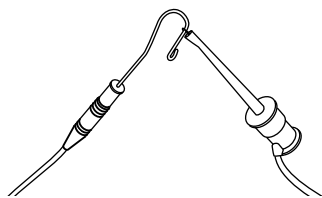

Fig. 8 Aktivering af Apex Locator med læbeklemme og filklemme
2. Sæt filklemmen på læbeklemmen i ca. 3 sekunder for at indkoble Apex Locator. Se fig. 8.